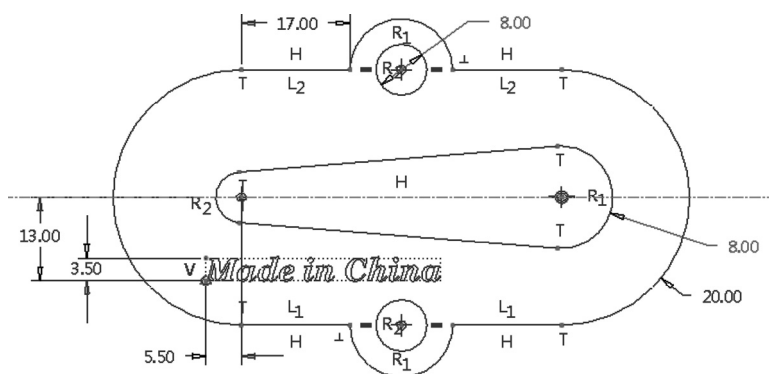

图 2-108 上机练习 B
(12) 上机练习：绘制图 2-108 所示的图形，并进行相关标注。